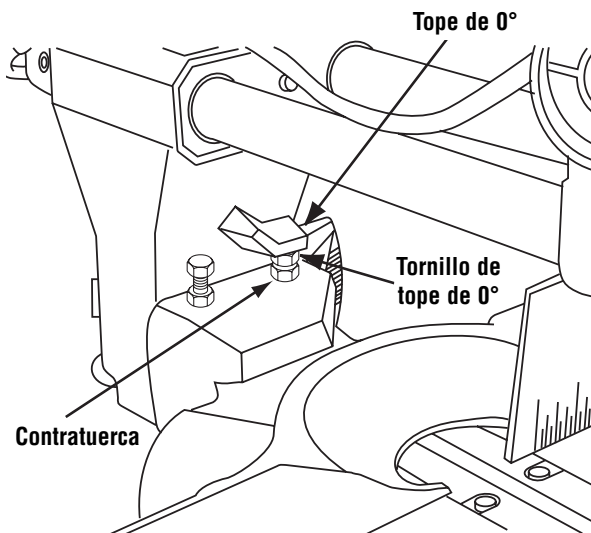

Figura 6. Tornillo de tope de bisel de 0° y contratuerca
- e. Ajuste el tornillo de tope de bisel de 0° para que la cabeza del tornillo hexagonal golpee el tope de 0° al mismo tiempo que la hoja hace contacto con toda la longitud de la escuadra. Apriete la contratuerca (Figura 6).